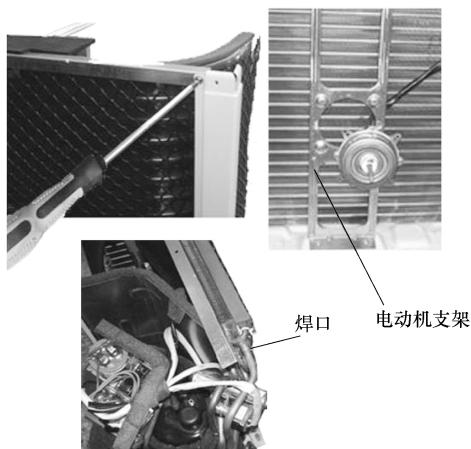

图 5-37 冷凝器的拆卸
7) 冷凝器的拆卸。首先拧下固定冷凝器的固定螺钉，然后移开电动机支架，再用焊枪逐步焊下焊口，即可卸下冷凝器。冷凝器的拆卸如图 5-37 所示。